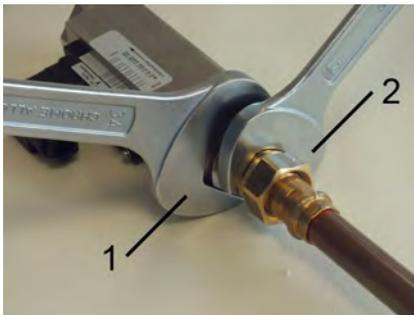

Abb. 11: Gerät einschrauben
2. ➤ Mit passendem Maulschlüssel (Abb. 11/2) die Übergangverschraubung der Rohrleitung eindrehen. Dabei die Geräteverschraubung mit einem passenden Maulschlüssel (Abb. 11/1) gegenhalten